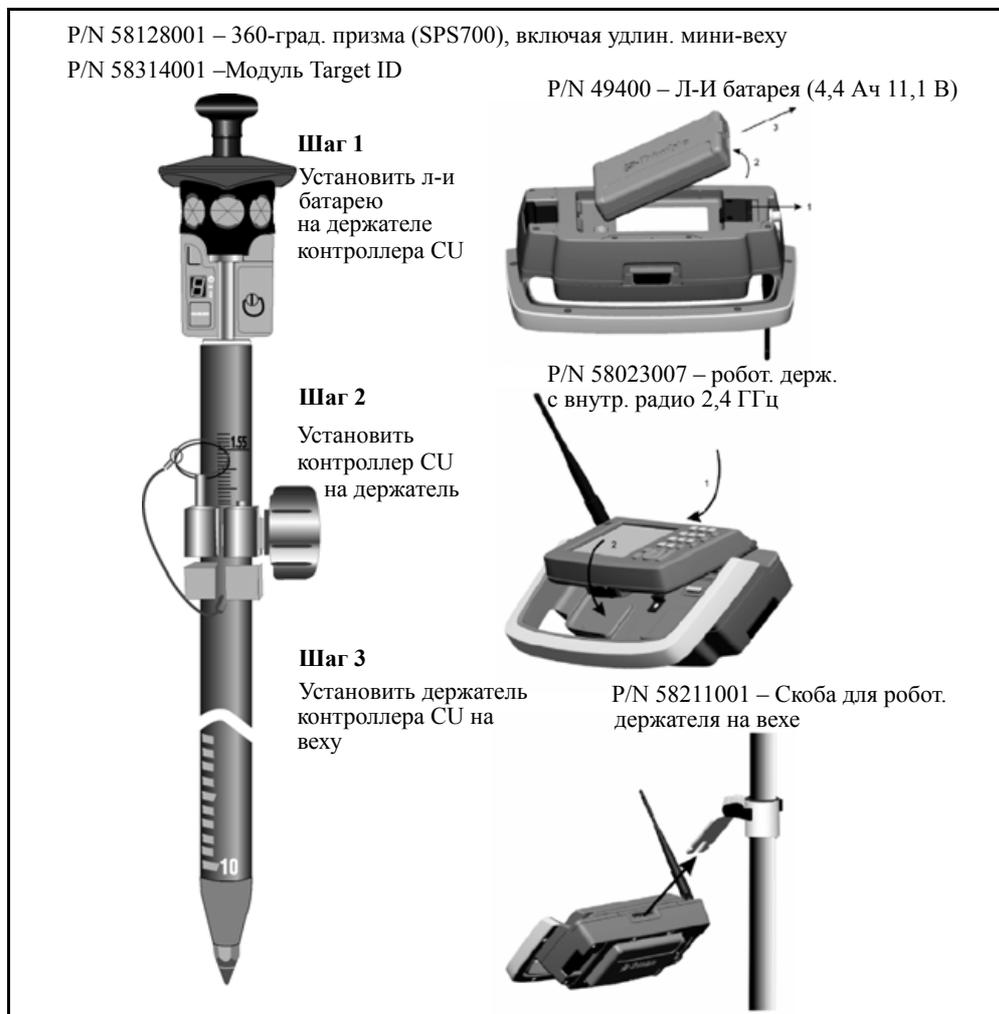

Рисунок 4.6 Соединения роботизированного мобильного аппарата – контроллер CU
2. Прикрепите 360-градусную призму (P/N 58128001). См. Рисунок 4.6 на стр. 35.
Каждая удаленная цель может иметь два свойства: константа призмы и идентификатор цели (при использовании модуля Trimble Target ID). Рисунок 4.6 показывает соединения удаленной призмной цели мобильного аппарата, используемые с контроллером для роботизированной работы и контроллер, прикрепленный к телескопической приводной вехе.